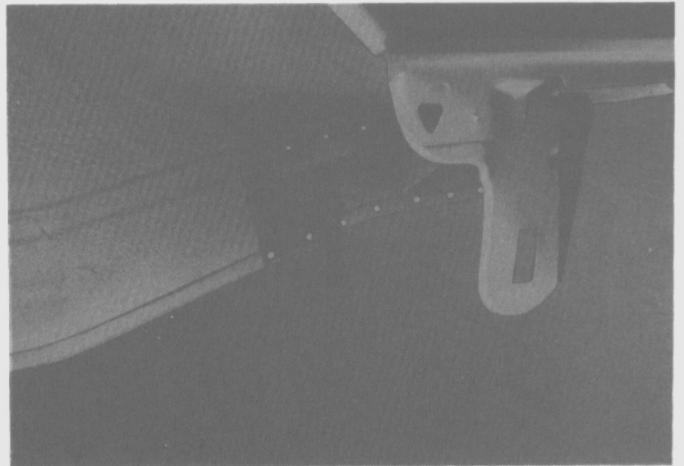

Fig. 129
- Luego doblar hacia arriba el panel del guardabarro delantero interior partiendo del lado del arco de la rueda (Fig. 129)